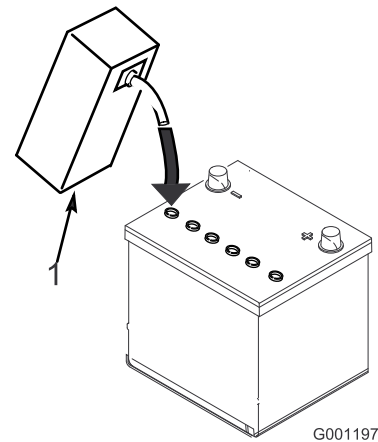

图5
3. 小心为每个电池注入电解液，直到电池极板被大约 6mm 的液体覆盖（图5）。
4. 等待约 20 至 30 分钟，以便电解液渗透到极板内。必要时加注电解液，使电解液保持在加注井底部约 6mm 范围内（图5）。